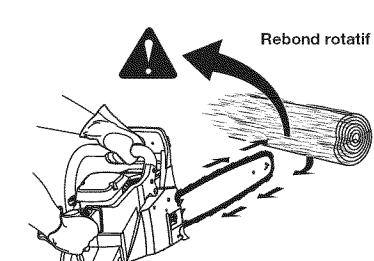

Fig. 1
- Un **rebond rotatif** peut se produire lorsque la partie supérieure de la pointe du guide heurte un objet alors que la chaîne est en mouvement (Fig. 1 & 2). La chaîne peut en conséquence s'enfoncer dans l'objet et s'arrêter momentanément de tourner. Le guide est alors propulsé vers le haut à toute vitesse et se retourne vers l'utilisateur dans un mouvement inverse ultra-rapide.
- NE faites PAS de coupes avec le bout du guide de la chaîne (Fig. 1).